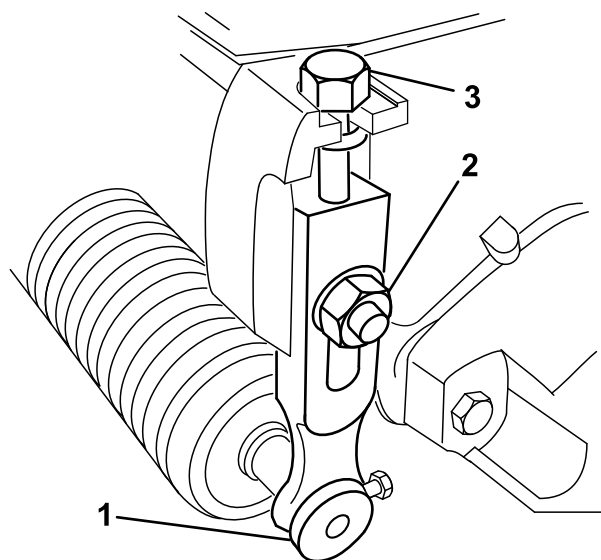

Figura 17
1. Allentate i dadi di bloccaggio che fissano i bracci dell'altezza di taglio alle piastre laterali dell'apparato di taglio (**Figura 17**).